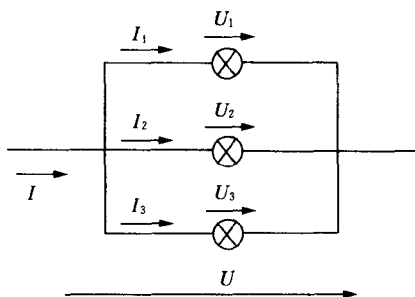

图 1-7 并联电路
并联就是把几个电阻或电器并排地连接起来。图 1-7 所示是 3 个灯泡组成的并联电路。
① 各并联电阻两端承受同一电压,如图 1-7 中 3 个灯泡所承受电压均等于电源电压,即: